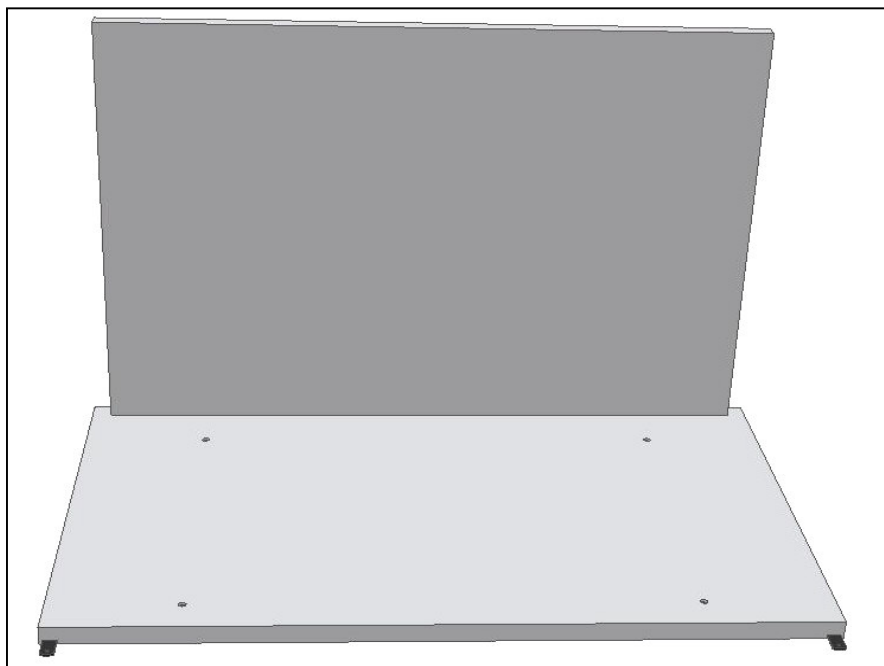

Fig. 3
- Inserire il **pannello del retro** sul pannello del fondo e fissare (Fig.3);